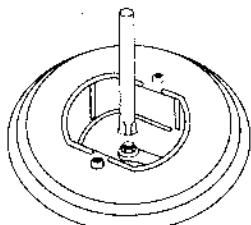

Рис. 22
2. Отверните и снимите жиклеры, которые размещены с нижней стороны каждой конфорки, используя для этого горцевой гаечный ключ размером 7 мм (рис. 22).